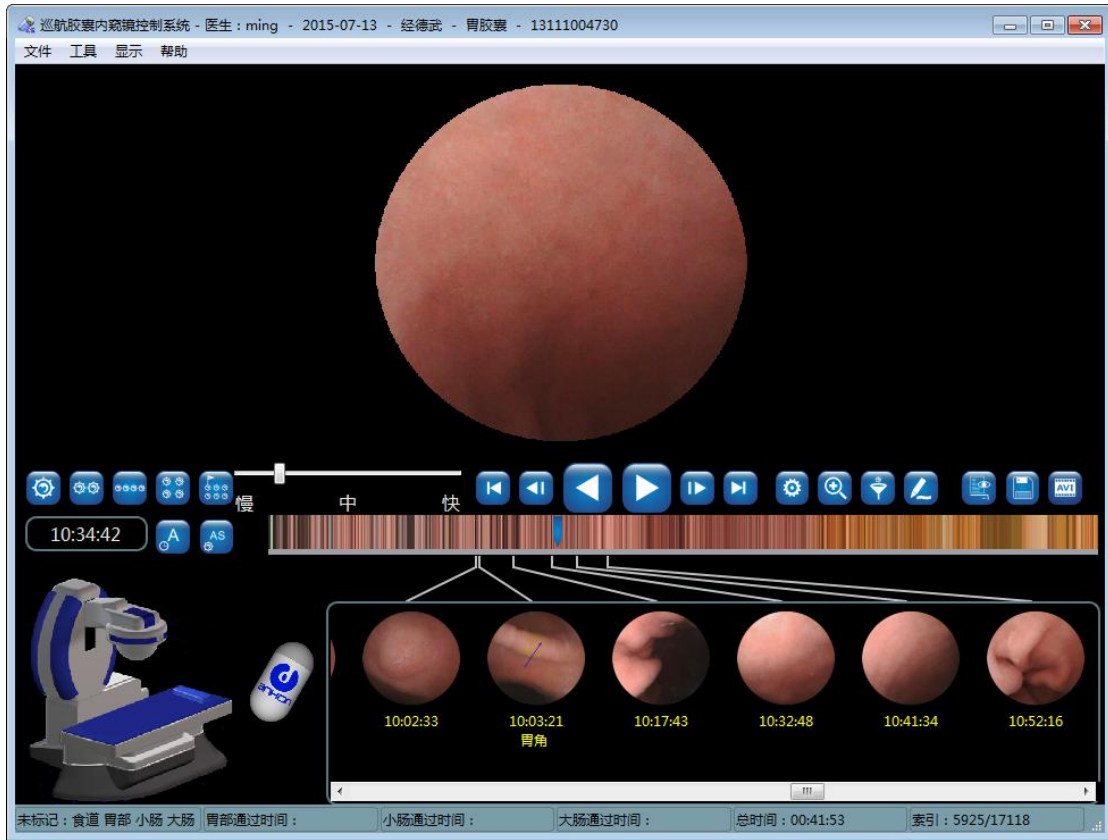
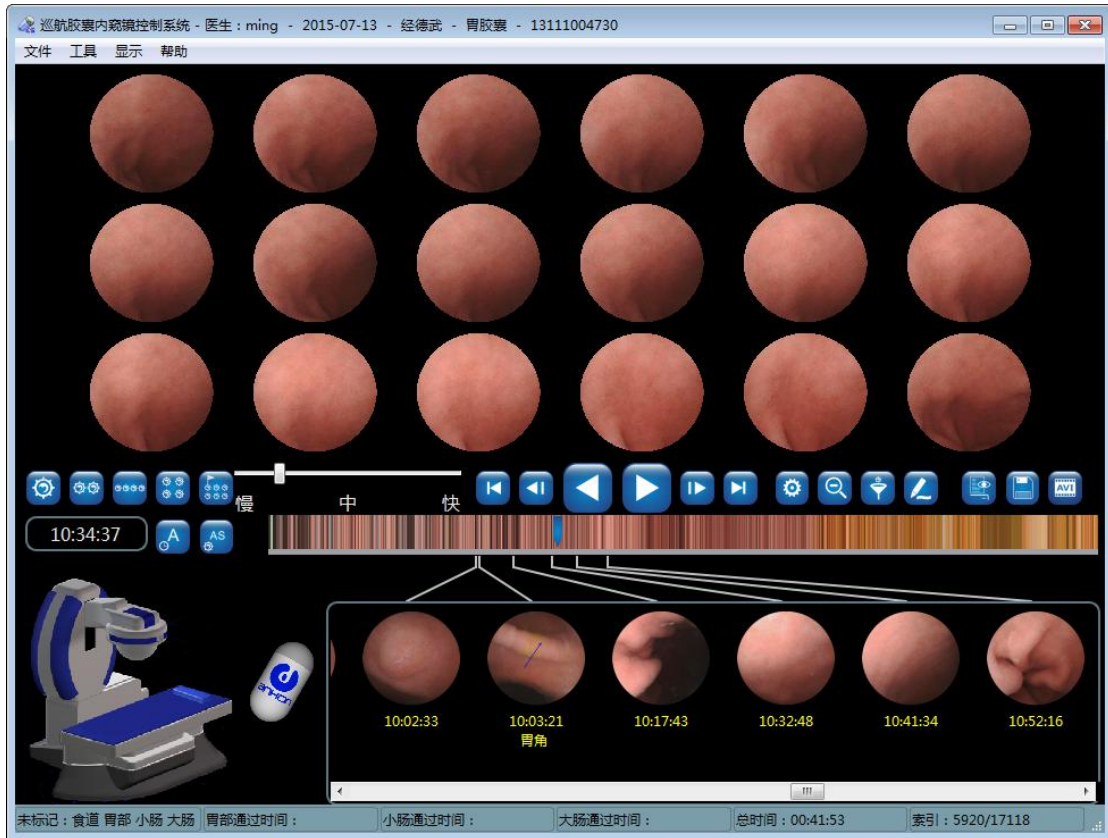

图 4-69 单幅显示模式
图 4-73 多幅显示模式
1. 点击 、、、、 分别进入单幅显示模式、双幅显示模式、横四幅显示模式、阵四幅显示模式、多幅显示模式，如图 4-69 至图 4-73 所示。也可以通过点击 **显示** 菜单中的显示模式，进行显示模式的切换。